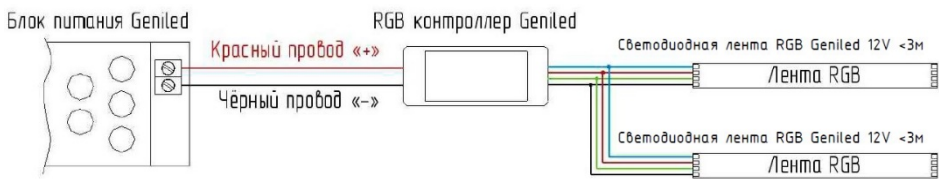

Рисунок 5. Пример подключения ленты Geniled RGB до 3м.
- 5.6. Если необходимо подключить до 3м ленты RGB к контроллеру, или несколько отрезков меньше 3 метров, то подключение можно осуществлять параллельно – Рисунок 5. В том случае, когда отрезок ленты от 3м до 5м, необходимо их «закольцевать», как показано на рисунке 6. Это необходимо для того, чтобы исключить падение яркости на концах ленты.